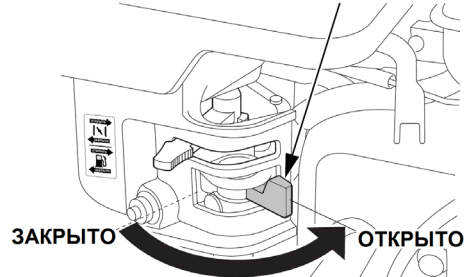

Рис. 15. Рычаг топливного крана
- Откройте топливный кран переводом рычага вправо (Рис. 15).